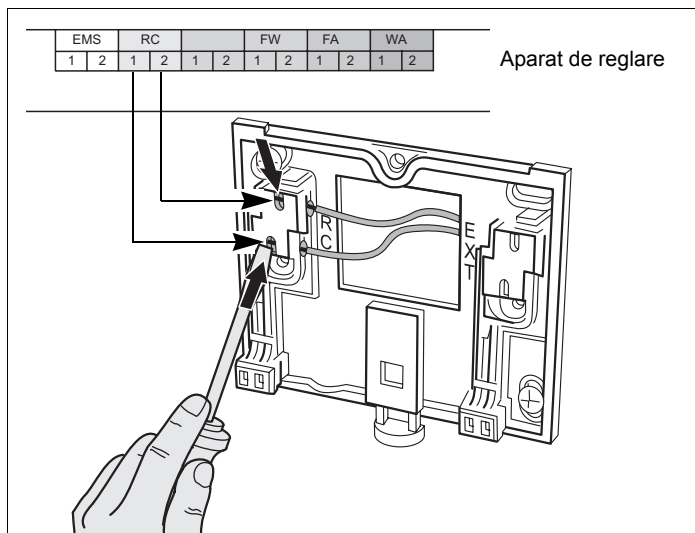

Fig. 6 Instalarea/dezinstalarea racordurilor electrice
- Racordați cablul cu 2 conductoare de la cazanul de încălzire (EMS) la clemele "RC" (Fig. 6). Polaritatea ramificațiilor este aleatorie.
- Apăsați cu o șurubelniță în fanta clemelor pentru cablu, pentru a introduce sau a elibera cablurile (Fig. 6).